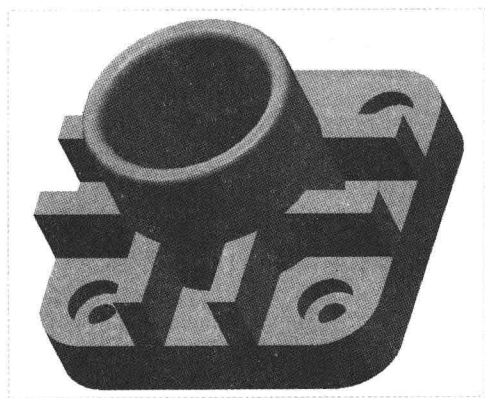

图 18-22 创建拉伸特征 2
Step 07 单击“关闭”面板中的“确定”按钮 , 完成截面绘制并退出草绘环境；在绘图区调整拉伸方向，设置拉伸类型为“到选定的”，在绘图区选择合适的平面，单击“应用并保存在工具中所做的所有更改，然后关闭工具操控板”按钮 , 完成拉伸特征的创建，如图 18-22 所示。